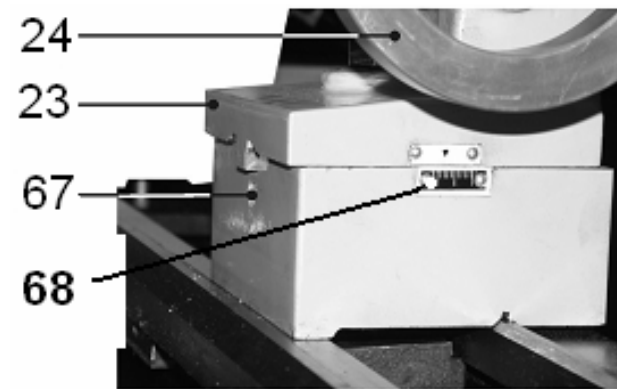

Рис. 17
10.3.8. Конусное точение в центрах можно выполнить, смещая заднюю бабку (23), как показано на рис 17. Два винта (67) служат для фиксации задней бабки (23) в установленном положении, Рис.17. Размер смещения контролируется по шкале (68).